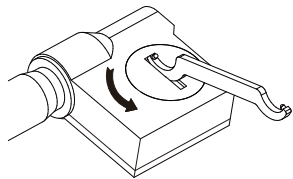

Abb.1
---Drehen Sie die Batteriedeckel im Gegenzeigersinn mit dem Schlüssel (Abb.1), dann entfernen Sie sie.